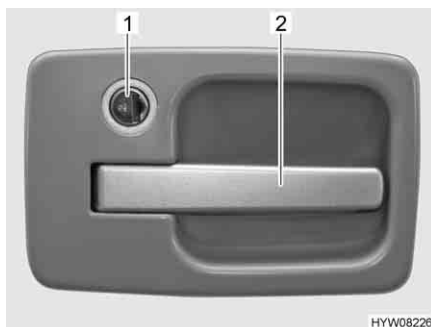

Fig. 16 Serratura della porta di ingresso, lato esterno
- Inserire la chiave nel cilindro della serratura (Fig. 16,1) e ruotarla sul simbolo "G". La serratura della porta è sbloccata.
- Tirare la maniglia della porta (Fig. 16,2). La porta è aperta.
- Inserire la chiave nel cilindro della serratura (Fig. 16,1) e ruotarla sul simbolo "L". La serratura della porta è bloccata.